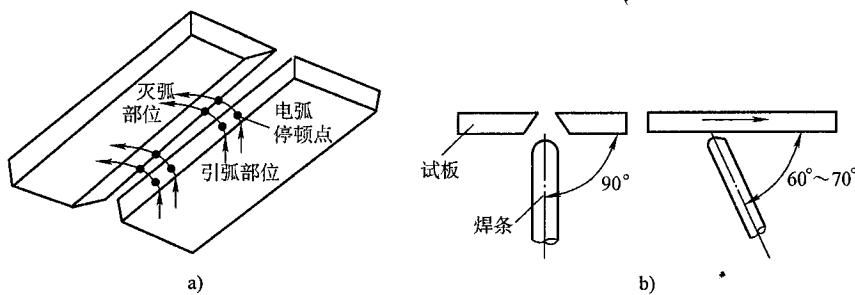

图 1—5 单面焊双面成形仰焊操作示意图
①引弧 在定位焊缝上引弧，并使焊条在坡口内作轻微横向快速摆动，当焊至定位焊缝尾部时，应稍作预热，将焊条向上顶一下，听到“噗噗”声时，此时坡口根部已被熔透，第一个熔池已形成，需使熔孔向坡口两侧各深入 0.5~1 mm。
②运条方法 采用直线往返或小幅度锯齿形运条法运条，横向摆动，短弧，向右前连续施焊。当焊条摆动到坡口两侧时，需稍作停顿（1~2 s 左右），使填充金属与母材熔合良好，并应防止与母材交界处形成夹角，以免清渣困难。
③焊条角度 焊条与试板夹角为 90°，与焊接方向夹角为 60°~70°，如图 1—5b 所示。
④采用短弧施焊 利用电弧吹力把熔化金属托住，并将部分熔化金属送到试件背面。并